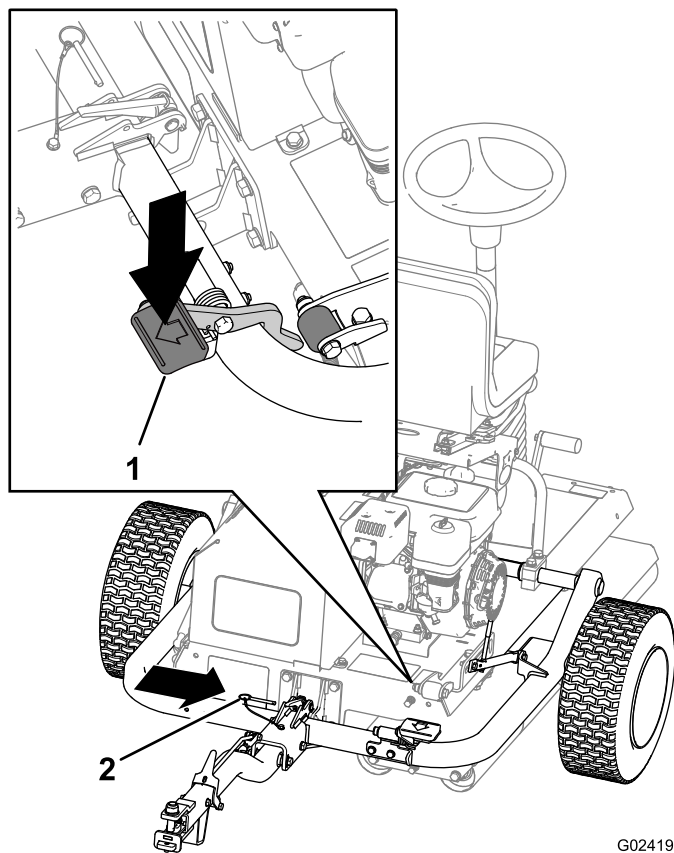

图26
- C. 踩到挂钩踏板上，直到挂钩锁入就位（图26）。
- D. 插入锁定销（图26）。